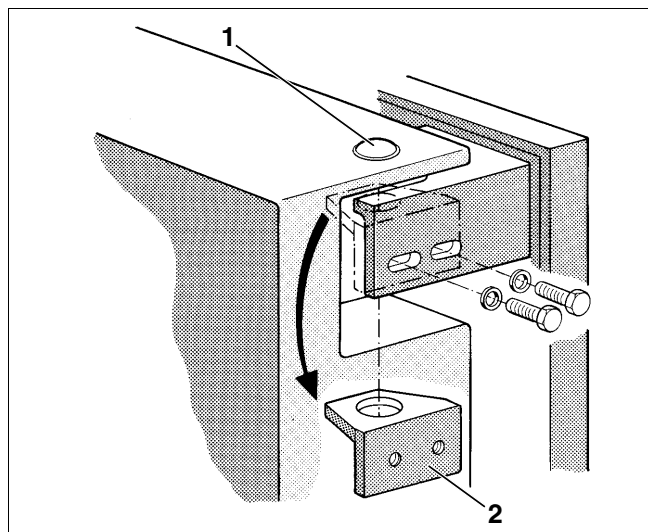

Fig. 7 Montagem da porta da caldeira
- Desaparafuse 2 parafusos sextavados, respectivamente, da dobradiça superior e inferior (fig. 7).
- Retire o esquadro de apoio (fig. 7, **item 2**) interior para baixo.
- Coloque o esquadro de apoio, em cima e em baixo, no lado oposto, com o furo nos parafusos da dobradiça (fig. 7, **item 1**) e aparafuse-o ao esquadro de apoio da porta com 2 parafusos sextavados, respectivamente.